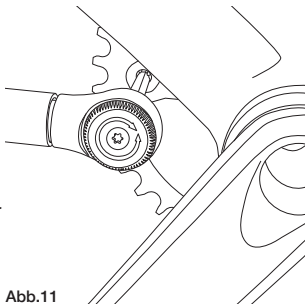

Abb.11
- Ziehen Sie die Schrauben mit einem Drehmomentschlüssel auf 8 Nm (71 in.lbs) fest (Abb. 11).